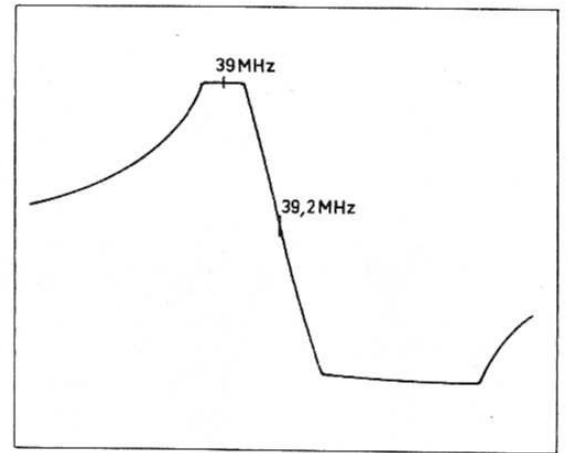

Fig.6
- Régler la bobine 6373 de façon à positionner le zéro du discriminateur à 39,2 MHz (fig. 6).